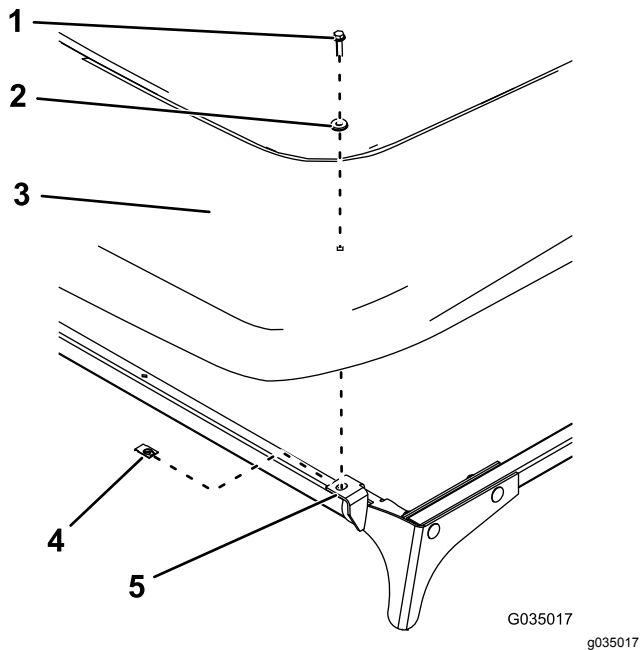

Figure 15
17. Fixez le pare-soleil aux plaques avant à l'aide de 2 clips, 2 rondelles d'étanchéité et 2 boulons à embase hexagonale ($\frac{1}{4}$ " x 1"), comme montré à la Figure 15.